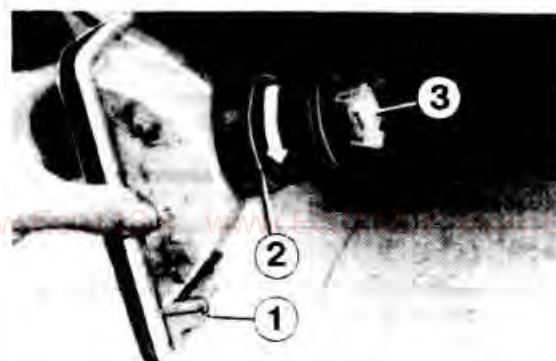

Рис. 1-37. Замена ламп противотуманных фар:
- Вынуть фару из бампера, отжав отверткой зажим крепления (рис. 1-37).